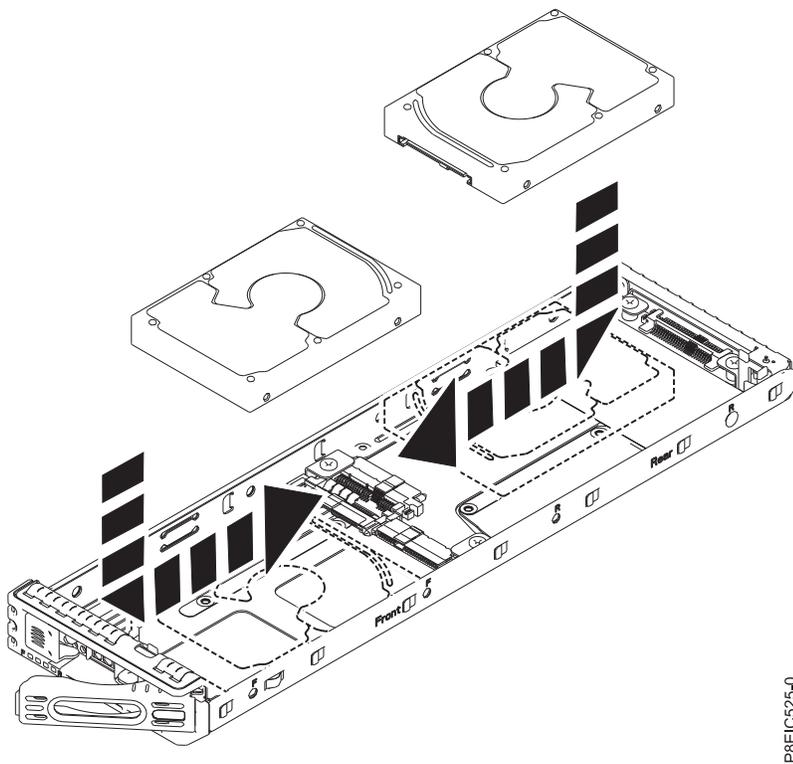

Figure 14. Installation de l'unité 2,5 pouces dans le tiroir
- a. Placez l'unité dans le tiroir, puis faites-la glisser dans le support, comme illustré dans la figure 14.